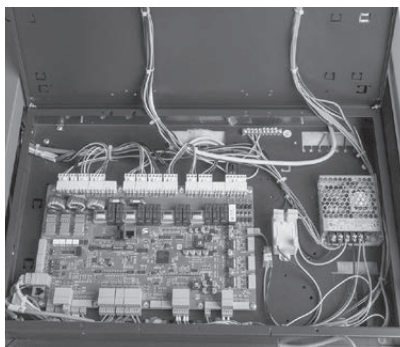

Fig. 99 Quadro di comando aperto
- Aprire il coperchio. Il quadro di comando contiene la scheda madre (scheda bruciatore) – Fig. 99.